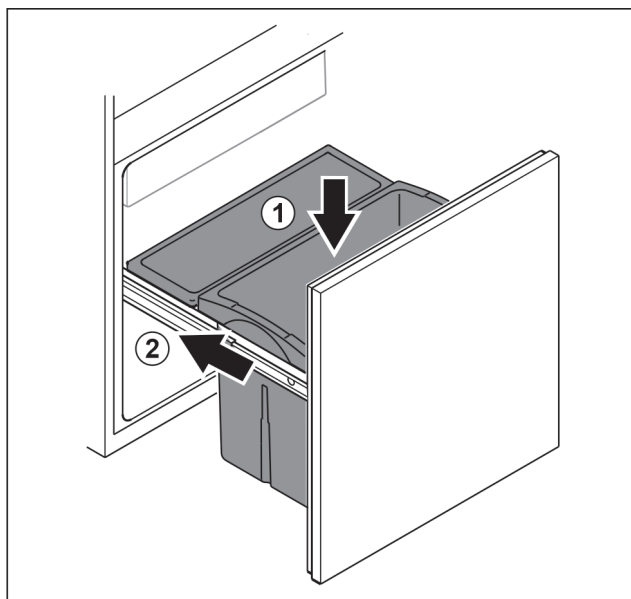

Fig. 101
- ▶ Поставете чекмеджето отгоре. Fig. 101 (1)
- ▶ Вкарайте изтеглящата се ракла. Fig. 101 (2)